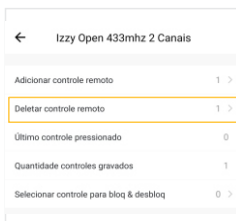

Figura 20
1. Seleccione la opción '**Borrar control remoto**' (figura 20).